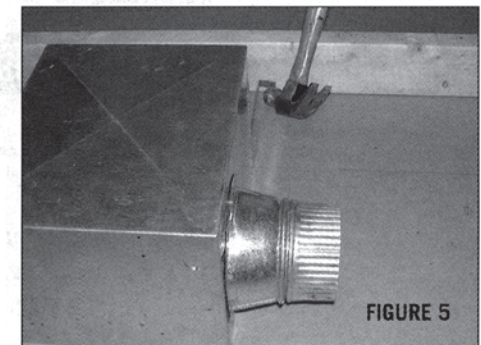

FIGURE 5
2. Nail or screw housing in place through holes provided. (Fig. 5.)
2. Fije el bastidor con clavos o tornillos y colóquelo en su lugar usando barras de colgar. (Fig 5)
2. Fixer le boîtier en place avec des clous à partir des trous qui sont fournis. (Fig. 5.)